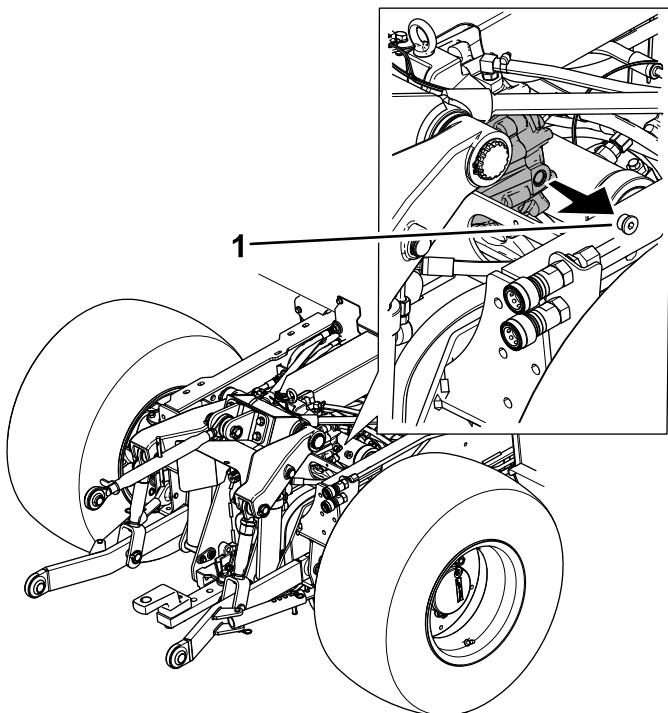

Figura 108
2. Retire el tapón de la mirilla de la caja de engranajes de la TDF trasera (Figura 108).